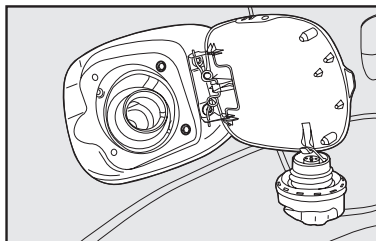

fig. 101
- Luego de retirada la tapa de su alojamiento, colóquela en el soporte sobre la puerta **fig. 101**.